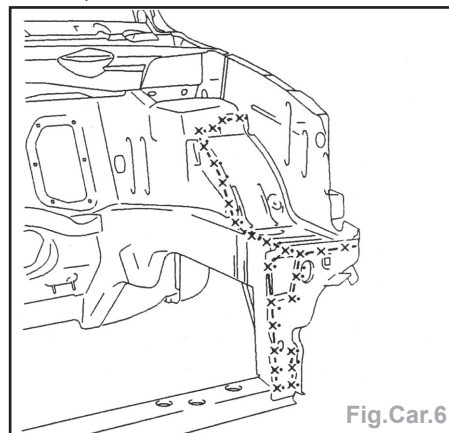

Fig.Car.6
- Découper par fraisage les points (Fig. Car.6).